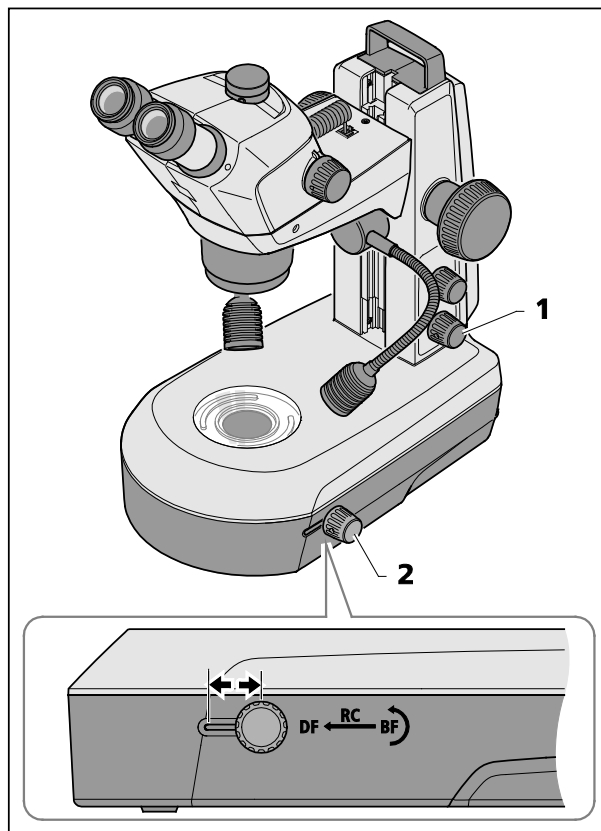

図 26 透過光ユニット (スタンド内) K LAB
- 下側の回転ボタン (図 26/1) を押して、透過光をオンにします。
- 回転/スライドボタン (図 26/2) を後ろ側の位置にスライドして、明視野 (BF) に調整します。
- 回転/スライドボタン (図 26/2) を回して、透明/反射鏡を旋回する、あるいは角度を調整します。
- 回転/スライドボタン (図 26/2) を前側の位置にスライドして、暗視野照明 (DF) に切り替えます。
回転/スライドボタン (図 26/2) を中央の位置にスライドし、鏡を傾けると、斜光効果 (RC) が生じ、これは無色の対象物の構造が見えるようにするのに最適です。